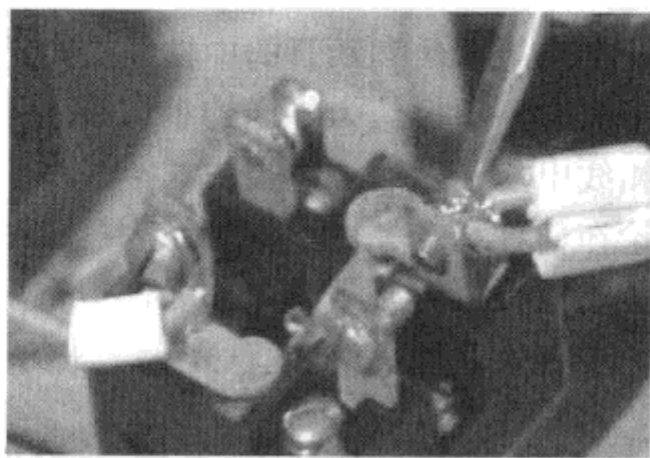

图 1-16 触点要保持良好接触
① 合理选择熔丝，发现熔丝熔断时及时查明原因，排除故障后更换新的熔丝，然后再送电。
② 对导线接头按技术要求进行连接，运行中多巡视检查，发现氧化、松动、接触不良等现象时及时检修。
③ 加强控制电器的维护检修，使各触点保持良好接触，如图 1-16 所示。